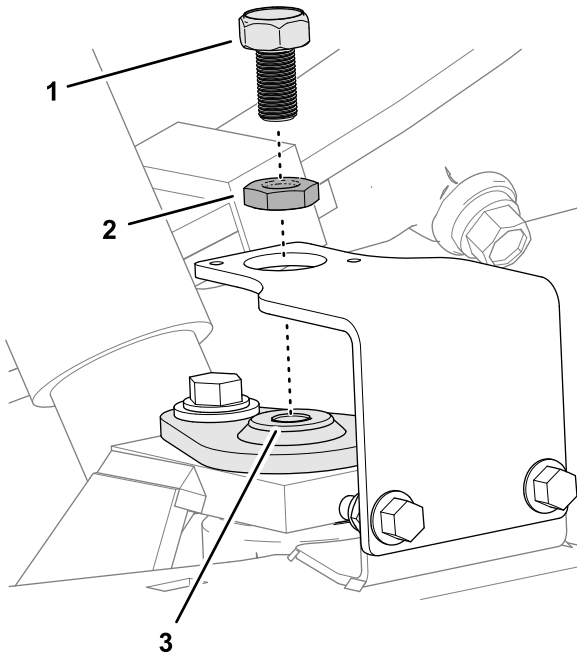

Bild 9
- Schrauben Sie die Klemmmutter vollständig auf das magnetische Schaltziel (Bild 9).
- Führen Sie das magnetische Schaltziel in das obere Ende des Achsschenkelbolzens ein (Bild 9).